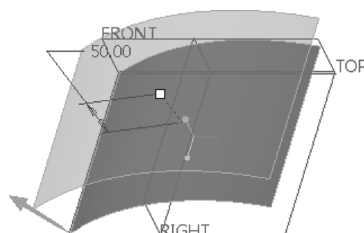

图 5-141 标准偏移曲面预览
- 4) 在偏移值组合框中，输入所需的偏移值。例如，在本例中输入的偏移值为“50”。在预览几何中，偏移曲面恒定偏距于参考曲面显示，如图 5-141 所示。